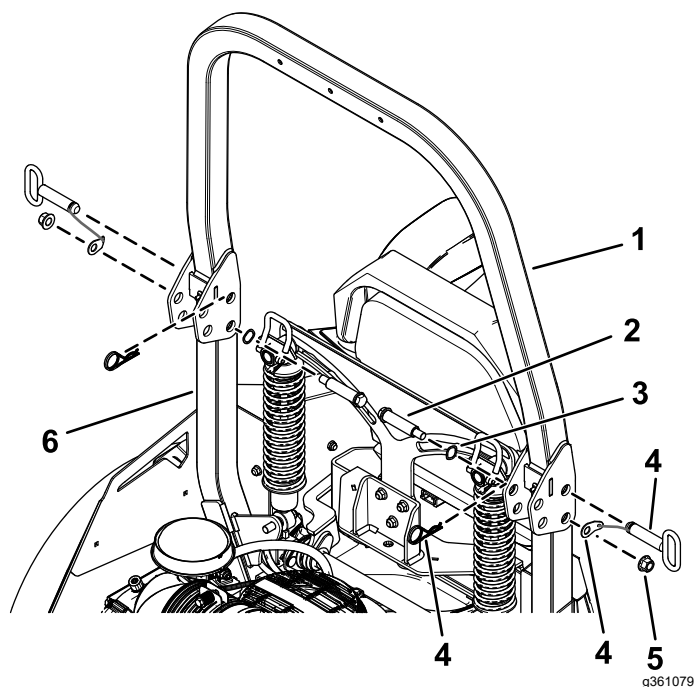

**Bild 4**
2. Befestigen Sie die beiden Stoßfänger an der oberen Überrollbügelbaugruppe (Bild 4).